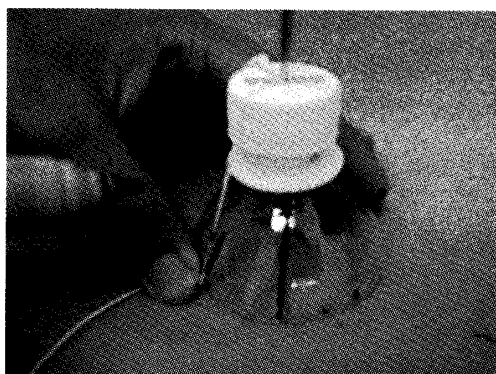
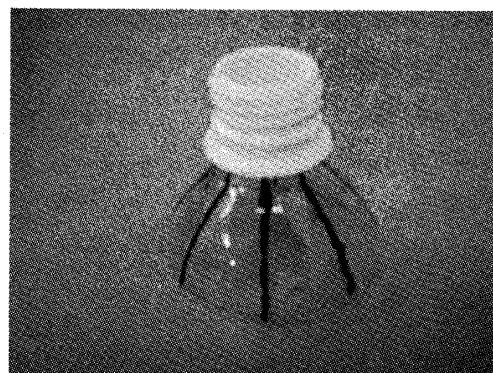

図 9 線を引く方法
図 10. 線を引く (完成)
- (14) 図 9 に示すように、キャップを切り取ったペットボトルの先端部分に取り付け、キャップに開けた穴にタコ糸を千枚通しで止めペットボトルの底まで伸ばし、その線に沿って線をマジックで引く。8 本線を引いた状態を図 10 に示す。